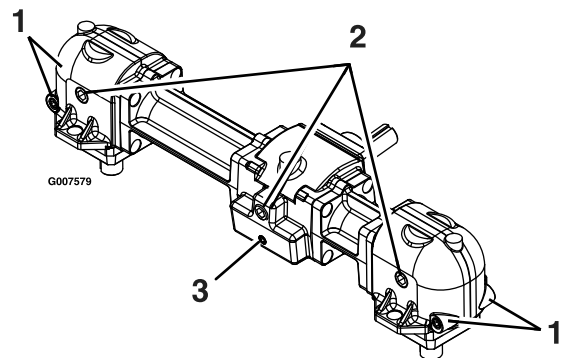

Figura 35
6. Retire el tapón grande de vaciado del aceite de la parte delantera de cada una de las 3 secciones de la caja de engranajes y vacíe el aceite (Figura 35).